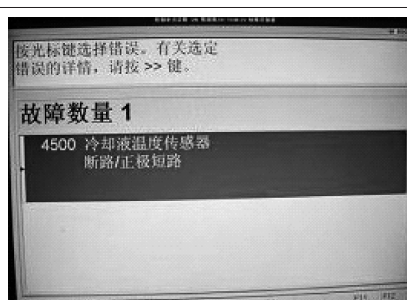

图 6-137 读取故障码
- 1) 如图 6-137 所示, 读取故障码, 根据故障码进行检修。